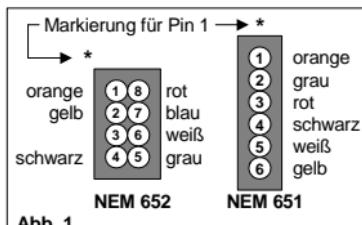

Abb. 1
- 2) Ist in Ihrer Lok eine Schnittstelle vorhanden, ist der Decodereinbau sehr einfach (siehe Abs. 3.3). Besitzt der Decoder keinen Schnittstellenstecker, löten Sie die Anschlußdrähte entsprechend Abb.1 auf bzw. neben die jeweiligen Anschlüsse der Buchse oder stecken Sie die verzinteten Enden in die Schnittstellenbuchse. Die Punkte 3 bis 5 können Sie überspringen, diese gelten für Lokomotiven ohne Schnittstelle.